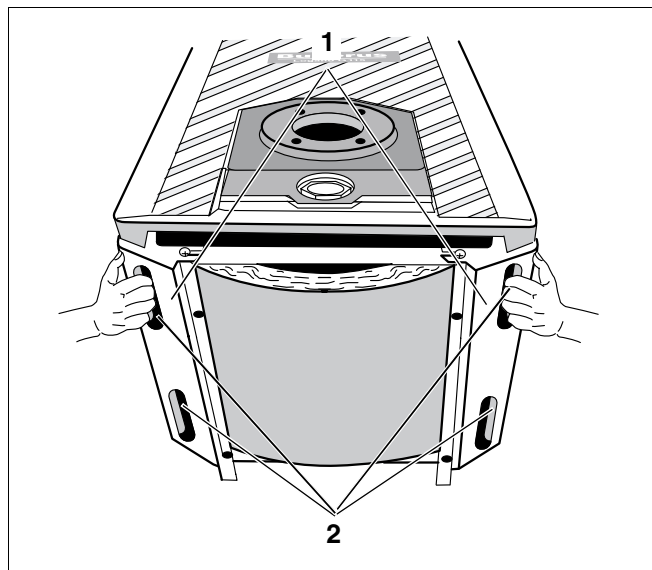

Fig. 7 Løfting og bæring av kjelen
I sideveggene (fig. 7, **pos. 1**) er det håndtak (fig. 7, **pos. 2**), slik at kjelen kan løftes og bæres.